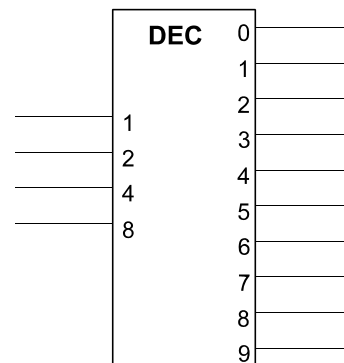

Abb. 9
17. Denksportaufgabe: Es ist ein BCD-Decoder (Abb. 9) zu entwerfen, der wahlweise auf das Neunerkomplement umgeschaltet werden kann (Steuersignal NCOMP = 0: 0H => NULL, 1H => EINS usw.; Steuersignal NCOMP = 1: 0H => NEUN; 1H => ACHT usw.). Funktionselemente: ein BCD-Decoderschaltkreis sowie Gatter und Multiplexer nach Wahl. Alternative Lösungsansätze: (1) Ausnutzung des Decoderschaltkreises, der durch Zusatzbeschaltung entsprechend erweitert wird, (2) Aufbau eines umschaltbaren Decoders von Grund auf. Entscheiden Sie sich für einen der beiden Ansätze und lassen Sie sich was einfallen (es sei verraten, daß auf Grundlage von Ansatz (1) die Aufgabe recht schnell erledigt ist).